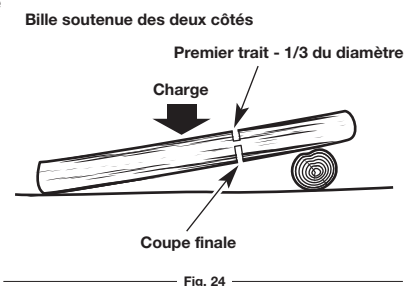

Fig. 24
- Lorsque la bille est soutenue des deux côtés (Fig. 24) : Faites d'abord une coupe d'environ 1/3 du diamètre sur le dessus de la bille pour éviter qu'elle ne se fende en éclats. Coupez ensuite par dessous pour rejoindre la coupe du dessus et éviter le coincement.